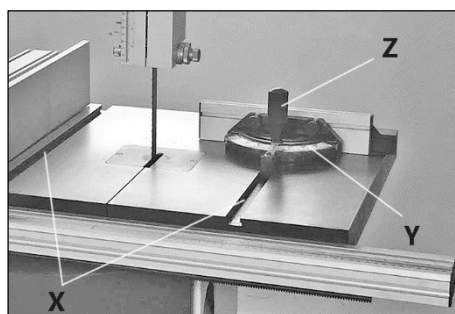

Рисунок 18.
Чтобы установить угол, ослабьте рукоятку блокировки (Z), рис. 18, повернув ее против часовой стрелки. Выберите необходимый угол и затяните рукоятку, вращая ее по часовой стрелке.